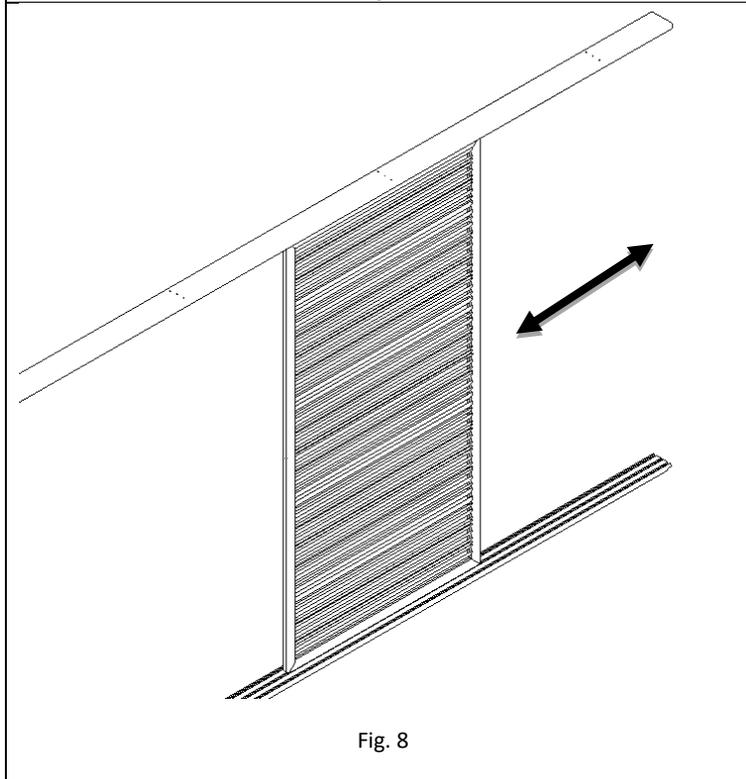

Fig. 8
8. Effectuez un essai de déplacement des cadres sur toute la longueur du rail de guidage. Vérifiez le déplacement libre de cadres - sans frotter les cales contre les parois du profilé et tout en conservant l'espace qui empêche le bas du cadre de tomber de la rainure (fig.8).